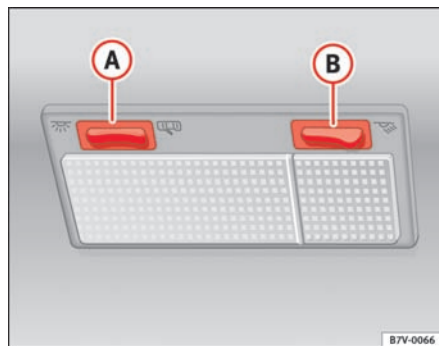

Fig. 75 Udsnit af loft: kabinelampe foran og læselampe
Vippekontakten ⇒ fig. 75 (A) til kabinelamperne har følgende positioner: tændt permanent , dørkontaktstyring  og helt slukket 0.
Læselampen til forsædepassageren tændes og slukkes ved at trykke på kontakten ⇒ fig. 75 (B).